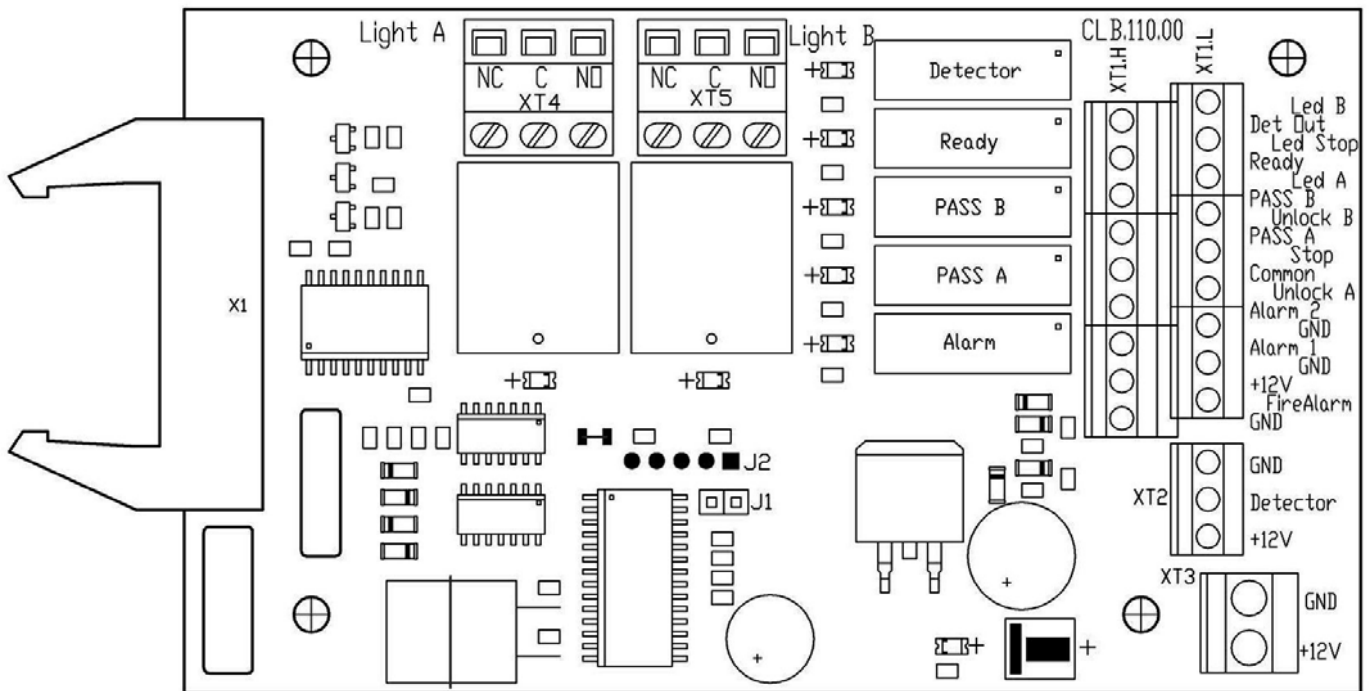
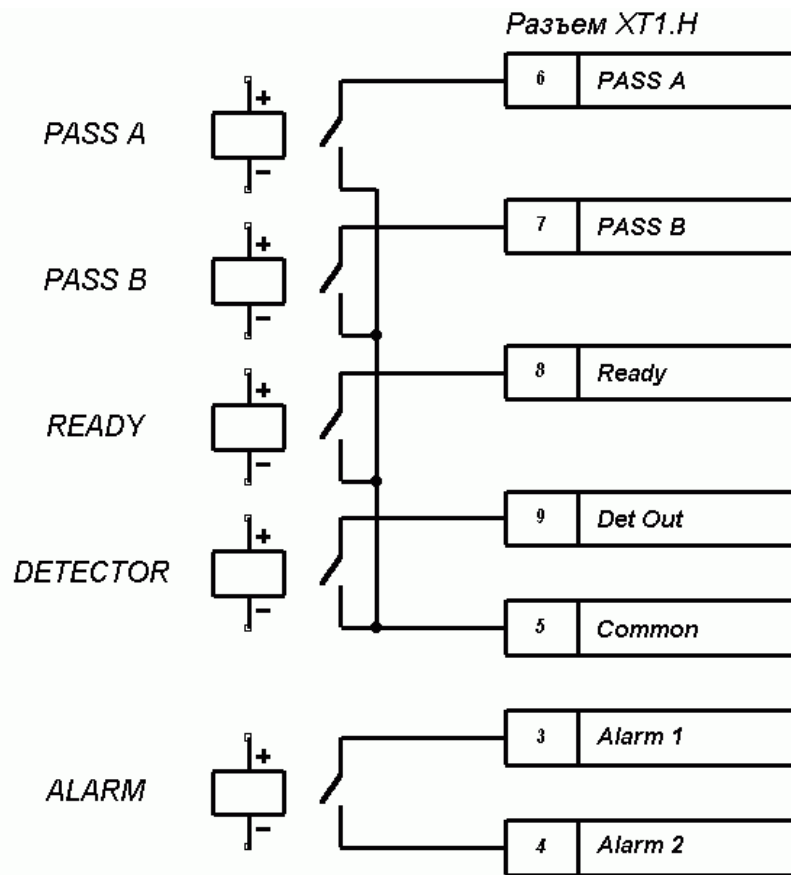

Рисунок 3 — Внешний вид платы PERCo-CLB110
Рисунок 5 – Выходные каскады для PASS A, PASS B, Ready, Det Out и Alarm.
5.2.4 Пульт управления выполнен в виде небольшого настольного прибора в корпусе из ударопрочного АБС пластика и предназначен для задания и индикации режимов работы при ручном управлении TB01. Пульт управления подключается к плате *PERCo-CLB110* гибким многожильным кабелем (17) через клеммную колодку "XT1.L" (см. рисунок 3).
На лицевой панели пульта управления расположены три кнопки для задания режимов работы TB01. Над кнопками расположены индикаторы. *Средняя* кнопка *STOP* (далее — кнопка "*Запрет прохода*") предназначена для переключения TB01 в режим "*Запрет прохода*". *Левая* и *правая* кнопки (далее — кнопки "*Разрешение прохода*") предназначены для разблокировки TB01 в выбранном направлении. Изменить ориентацию пульта управления относительно установки стойки TB01 (если на месте установки стойка обращена к оператору не лицевой, а тыльной стороной) можно, поменяв местами провода от пульта управления, подключаемые на контакты *Unlock A* и *Unlock B* а также *Led A* и *Led B* соответственно (рисунок 3 и рисунок А.1 Приложения А).
5.2.5 На плате CLB110 (см. рисунок 3) расположены:
5.4.3 Реле PASS A (контакты PASS A и Common), PASS B (контакты PASS B и Common), Ready (контакты Ready и Common), Detector (контакты Det Out и Common) и Alarm (контакты Alarm 1 и Alarm 2) имеют нормально-разомкнутые контакты. При этом общий для этих реле контакт Common не соединён с минусом источника питания турникета. В исходном (неактивном) состоянии при включенном питании контакты реле PASS A, PASS B, Ready и Detector замкнуты (на обмотку реле подано напряжение), а контакты реле Alarm разомкнуты (напряжение на обмотку реле не подано). Факт срабатывания/отпускания реле PASS A, PASS B, Ready, Detector и Alarm можно определить по загоранию/гашению красных индикаторов, которые установлены вблизи указанных реле (см. рисунок 3). Выходные каскады для PASS A, PASS B, Ready, Det Out и Alarm — контакты реле (см. рисунок 5) со следующими характеристиками сигналов:
5.9.2 Подключение датчика контроля зоны прохода производится к клеммной колодке “ХТ2”, а сирены — к клеммной колодке “ХТ1.Н” платы CLB110 согласно схеме электрических соединений см. рисунок А.1 Приложения А и рисунок 3). Датчик контроля зоны прохода должен иметь нормально-замкнутые контакты.
На контакты Det Out и Common клеммной колодки "ХТ1.Н" платы CLB110 (см. рисунок 3) всегда транслируется сигнал о текущем состоянии датчика контроля зоны прохода.
5.9.3 Подключение устройства, подающего команду аварийной разблокировки, производится к клеммной колодке "ХТ1.Л" платы CLB110 согласно схеме электрических соединений (см. рисунок А.1 Приложения А и рисунок 3). Если вход Fire Alarm не используется, то необходимо установить перемычку между контактами Fire Alarm и GND.